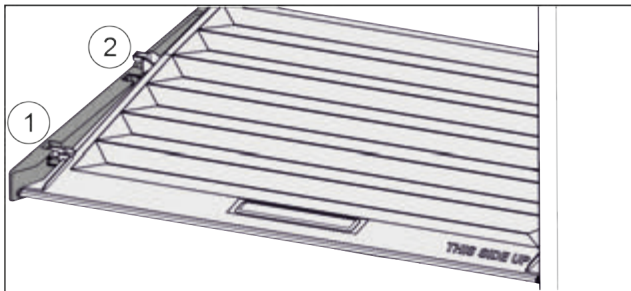

Fig. 67
- ▶ Кришку до отвору в деталях для підтримки потягнути вперед Fig. 67 (1).
- ▶ Підняти ззаду знизу та вийняти Fig. 67 (2) вгору.